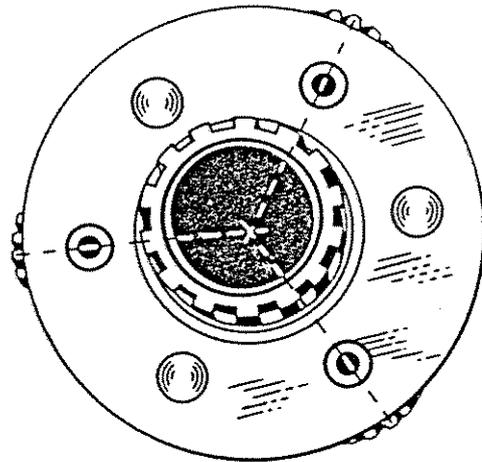

Abb. 19 Anordnung der Markierungen auf den Planetenrädern nach dem Anbau an das Sonnenrad
Planetenträger (26) und Sonnenrad (24), wobei die gekennzeichneten Zähne der Planetenräder radial nach außen zeigen müssen (siehe Abb. 19)